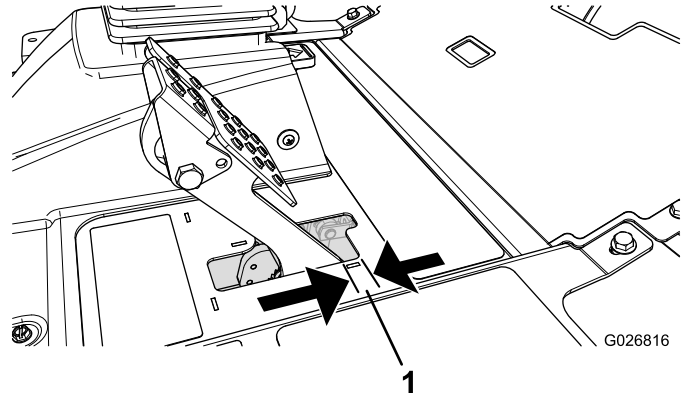

Bild 71
Stellen Sie die Bremsen ein, wenn das Bremspedal mehr als 2,5 cm Spiel hat, oder wenn die Bremsen nicht mehr gut genug greifen (Bild 71). Als Spiel gilt die Entfernung, die das Bremspedal zurücklegt, bevor ein Bremswiderstand spürbar ist.
2. Ziehen Sie die hintere Mutter an, um den Zug nach hinten zu bewegen, bis die Bremspedale ein Spiel zwischen 0,63 cm und 1,27 cm aufweisen, bevor die Radsperre auftritt (Bild 71).